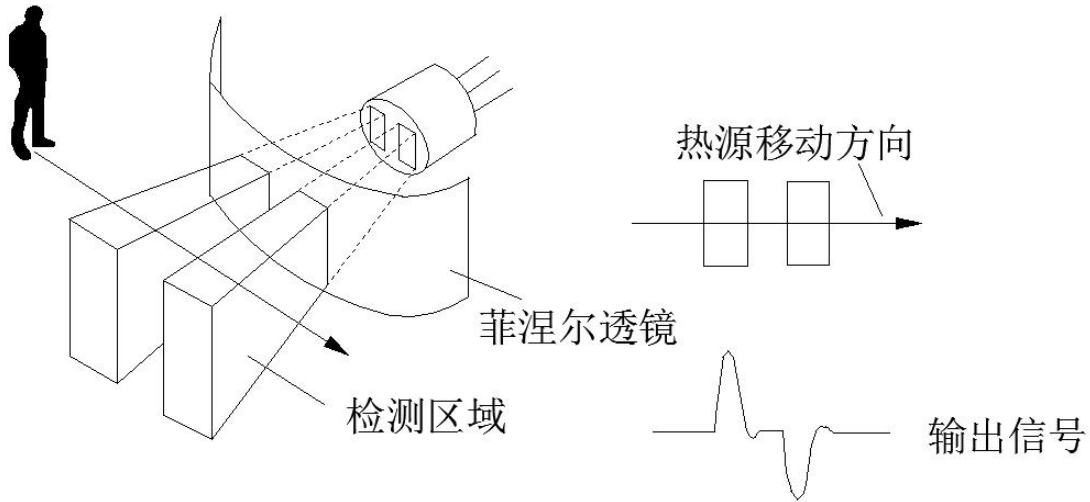

图5：感应频率特性示意图
- 6、为使传感器工作在稳定状态，设计电路时需要在传感器供电端加载阻容滤波电路（具体参数参考图 5 典型应用路中 R2、C8、C9）。